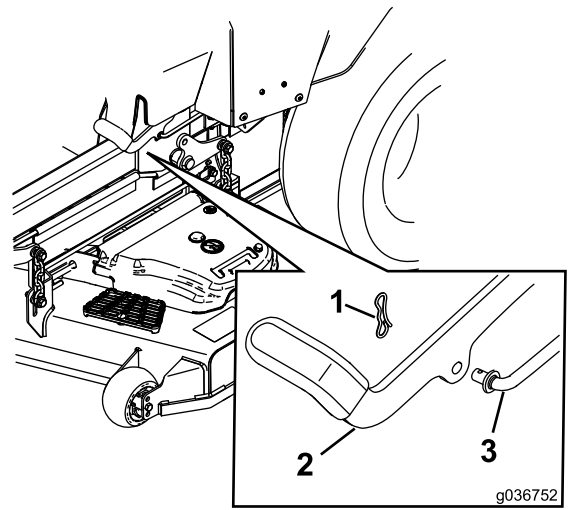

図 60
7. 調整が必要な場合は、まず駐車ブレーキを解除する。ブレーキリンクのシャフトからコッターピンを抜き取る 図 60。